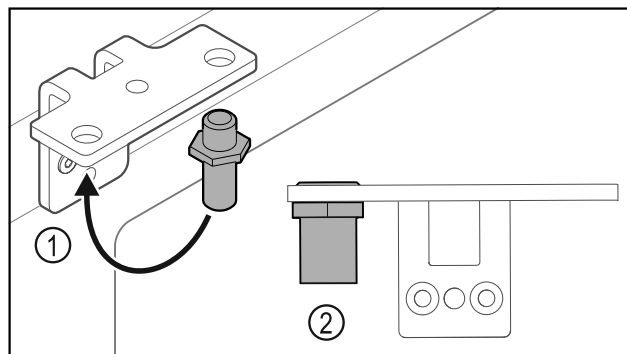

Fig. 36
- Перемістити палець Fig. 36 (1) у шарнірному кутику.
- Затягнути палець Fig. 36 (2) з **обертальним моментом 12 Нм**.